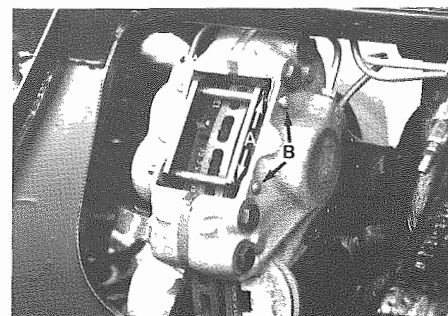

Fig. 13 - A - Fermi Retainers
- Rimuovere i fermi ed estrarre i due perni di Fig. 13.
- Remove retainers and withdraw the two pins Fig. 13.